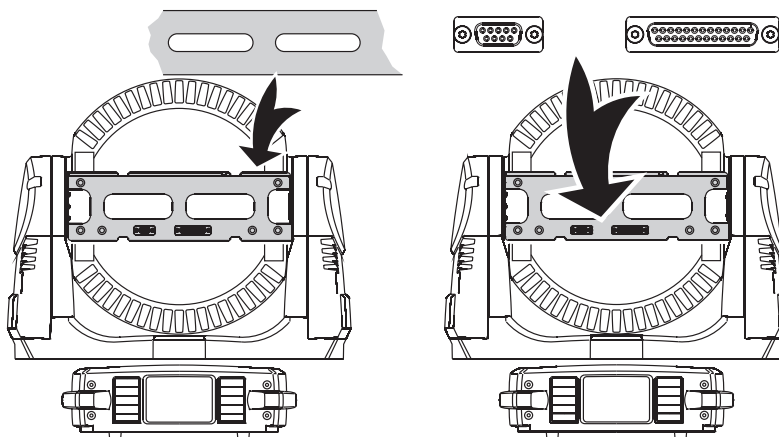

Figura 8: Punto de fijación del cable de seguridad y conectores.
3. El procedimiento para instalar un módulo en la cabeza es el inverso al explicado con anterioridad para su desmontaje. Observar la Figura 8. Al instalar el módulo, fijar el cable de seguridad en el punto específico del yugo de la unidad. Asegurar que los conectores del módulo queden perfectamente insertados en las bases de la cabeza. Insertar suavemente el módulo en la cabeza hasta que esté en posición.